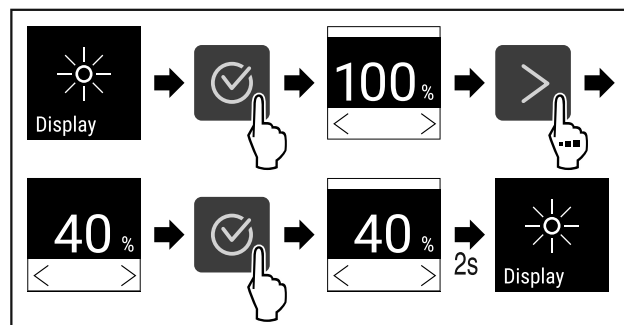

Fig. 81
- ▶ Eseguire i passaggi (vedere Fig. 81) .